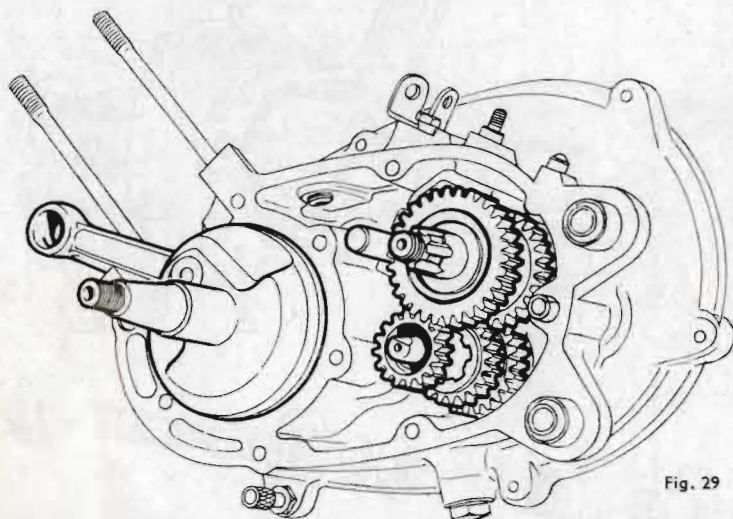

Fig. 29
- Mettre la rondelle d'appui en clinquant sur l'axe des pignons intermédiaires (fig. 29).